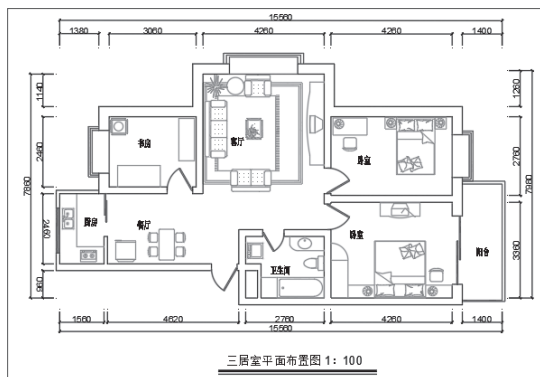

图 1-58
**步骤 01** 打开“三居室平面图”素材文件，如图1-58所示。